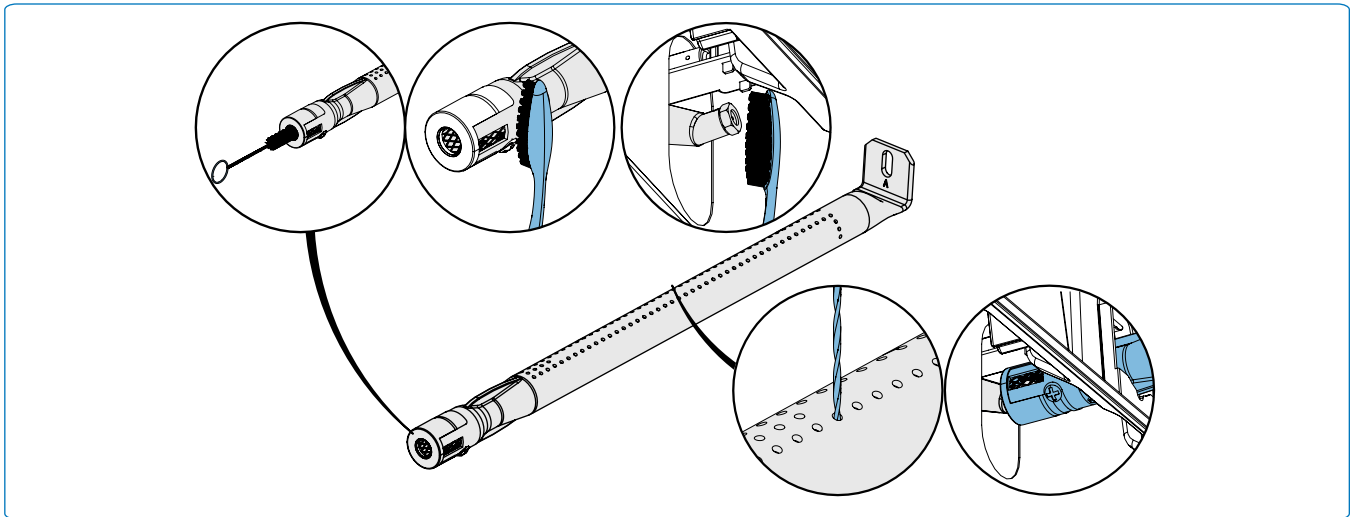

Fig. 15
1. Retire el/los tornillo(s) que sujetan el quemador a la pared trasera de la parrilla. Deslice el quemador hacia atrás y hacia arriba para retirarlo (**Fig.15**).